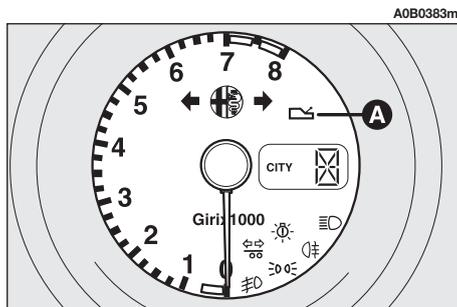
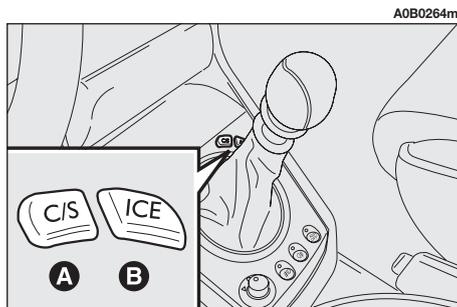

Abb. 133
Abb. 139
Fehler am Selespeed-Getriebe werden durch die Lampe  **(A, Abb. 133)** auf der Instrumententafel angezeigt.
Die drei Fahrweisen **CITY**, **SPORT** und **C/S** werden durch die 2 Tasten auf der mittleren Konsole (**Abb. 139**) ausgewählt.
Die Taste **C/S** (**A, Abb. 139**) ruft die Betriebsart **CITY** oder **SPORT** ab, die Taste **C/S** (**B, Abb. 133**) **C/S**.
**CITY** (Taste **C/S** (**A, Abb. 139**) gedrückt):
**SPORT** (Taste **C/S** (**A, Abb. 139**) gedrückt):
**ICE** (Taste **C/S** (**B, Abb. 139**) gedrückt):